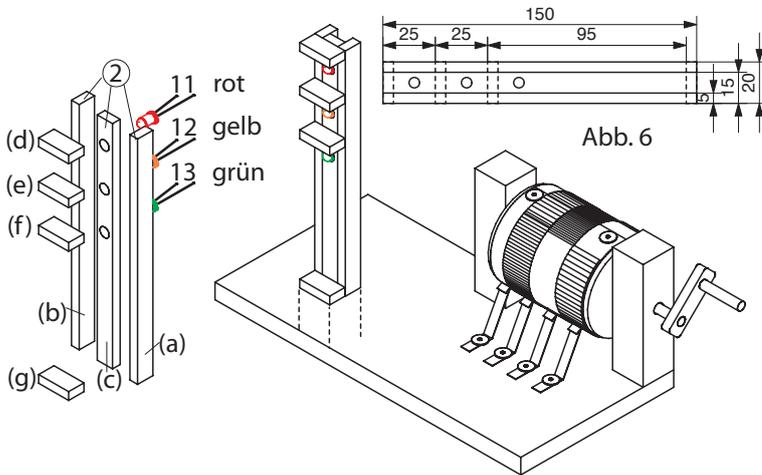

Abb. 6
7. Die Holzteile a,b und c wie abgebildet zusammenleimen. Die Teile d,e und f von vorne auf die Ampel aufleimen (Bemaßung Abb. 6 beachten!) Die fertige Ampel auf die Grundplatte am vorgesehenen Platz aufleimen. Zur Stabilisierung das Teil g vor die Ampel leimen. Die Leuchtdioden (11, 12 und 13) von hinten durch die Bohrungen ( $\varnothing$  5mm) in der Leiste (c) stecken. (siehe Abb. 6)